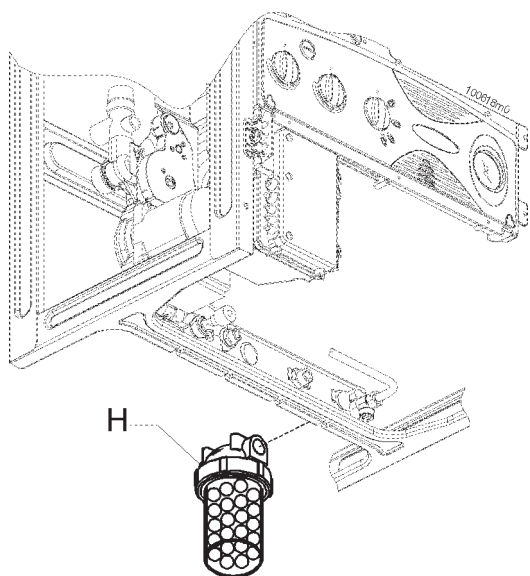

Рисунок 10 - Смягчитель воды полифосфатный
**Если жесткость воды превышает 15°F советуем установить смягчитель воды с фильтрами (см.рис.10)**
Если котел установлен в географической зоне, где санитарная вода имеет жесткость выше 15°F (150 мг/л), необходимо установить на трубу подвода холодной воды (см.рис.10) смягчитель полифосфатный, для защиты котла от возможной закупорки "водным камнем".